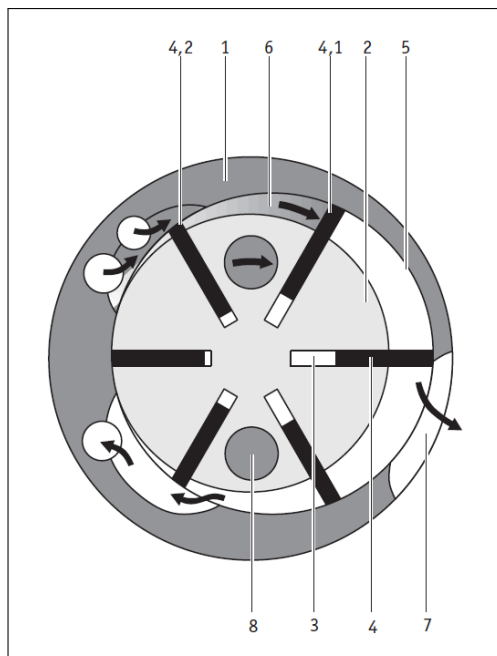

Abbildung 4: Funktionsweise des Druckluft-Lamellenmotors
Der Lamellenmotor (↔ Abbildung 4) besteht aus einer Zylinderbuchse (1) mit zwei seitlichen Lagerscheiben und einem innenliegenden Rotor (2).